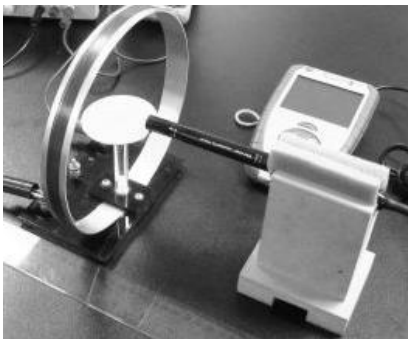

Fig. 2 : Configuration pour la mesure du champ produit par la boucle de courant
- Comme l'indique la figure 2, placez une règle près de la base de la bobine et ajustez sa position pour qu'un point de repère de la base soit à la position 0 cm. Cette règle ne devra plus bouger pour les mesures suivantes. Utilisez un peu de ruban adhésif.
- Placez la sonde sur le support et ajustez sa position pour que son extrémité soit exactement sur l'axe de la bobine (et parallèle à l'axe) comme l'indique la figure 2. Déplacez le support jusqu'à ce que la pointe de la sonde soit exactement au centre de la boucle. La sonde ne devra plus bouger pour les mesures suivantes. Fixez le support avec un peu de ruban adhésif au besoin.